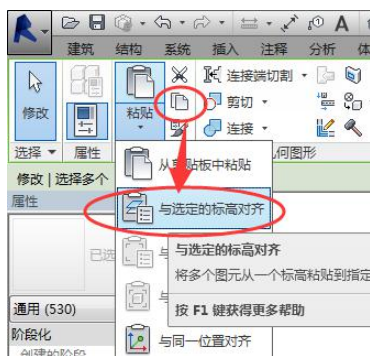

图 7-2 复制楼层
- 依次选择一楼所有的内外墙体（不包含幕墙）、门窗、柱，点击上下文选项卡“剪贴板”面板中的“复制”，点击“粘贴”下拉菜单中的“与选定的标高对齐”工具（图 7-2），在弹出的“选择标高”面板中点击“F2”再点击“确定”。
- 进入到 F2 平面视图，依次选择二楼所有的内外墙体（不含幕墙）、门窗、柱和楼板，点击上下文选项卡“剪贴板”面板中的“复制”，点击“粘贴”下拉菜单中的“与选定的标高对齐”工具（图 7-2），在弹出的“选择标高”面板中点击“F3、F4、F5”再点击“确定”。